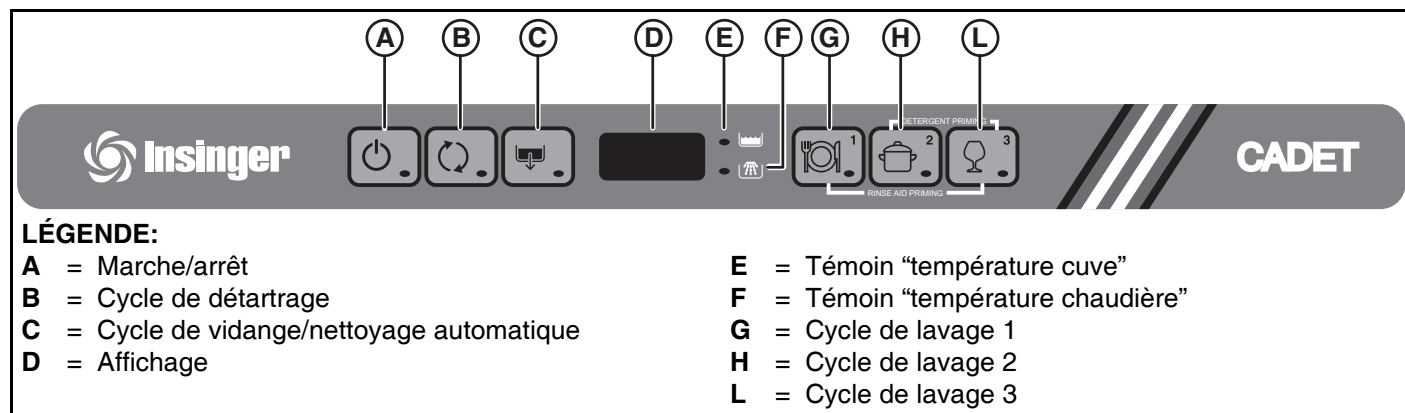

Fig. 14
Le témoin du bouton A (Fig. 14) s'allume pour signaler que le lave-vaisselle est sous tension et que le remplissage en eau et la chauffe sont en cours. Durant toute la phase de remplissage et de chauffe, "FILL" apparaît sur l'affichage:
Pour afficher la température de la chaudière pendant la phase de chauffe de la cuve, ouvrir la porte et appuyer sur la touche "G" (Fig. 14).
Pour vaisselle peu sale ou verres: appuyer sur le bouton "G" (Fig. 14) (voir tableau des durées de cycle).
Pour vaisselle normalement sale: appuyer sur le bouton "H" (Fig. 14) (voir tableau des durées de cycle).
- Sélectionner le cycle de vidange en appuyant sur le bouton B (Fig. 14).
- Éteindre le lave-vaisselle en appuyant sur le bouton A (Fig. 14).
Fermer la porte et sélectionner le cycle de vidange en appuyant sur le bouton "C" (Fig. 14).
Éteindre le lave-vaisselle en appuyant sur le bouton A (Fig. 14)
Appuyer sur le bouton A marche/arrêt (Fig. 14).
Fermer la porte et commencer le cycle en appuyant sur le bouton "L" (Fig. 14).